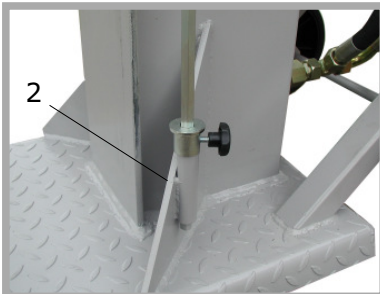

Abb. 2
Um ein Auffahren des Spaltkeils auf den Tisch zu vermeiden, muss der untere Anschlag (2) auf der Steuerstange nach oben verschoben werden (siehe Abb.2) In der Steuerstange sind Markierungen angebracht, um die genaue Position des Anschlages einzustellen. Der Spaltkeil fährt dann nur so weit nach unten, bis er auf den Anschlag trifft (2). Soll Meterholz gespalten werden, ist der untere Anschlag (2) ganz nach unten zu stellen, so dass der Zylinder ganz nach unten fahren kann.